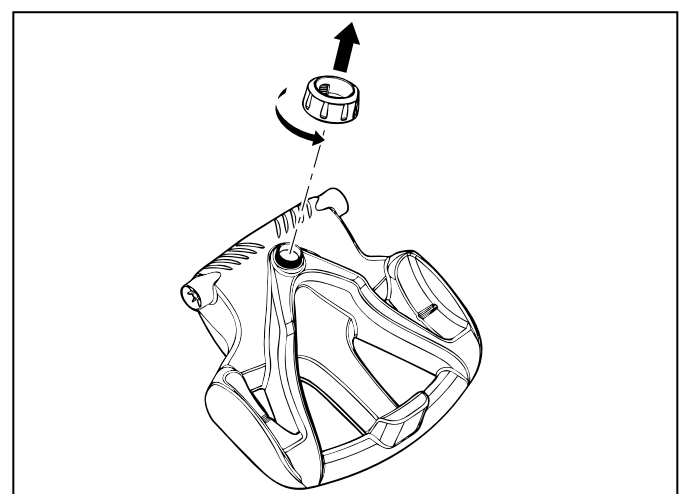

Figure 2. Retirer l'écrou à main du module de base
1. Dévisser l'écrou à main du module de base (Figure 2).